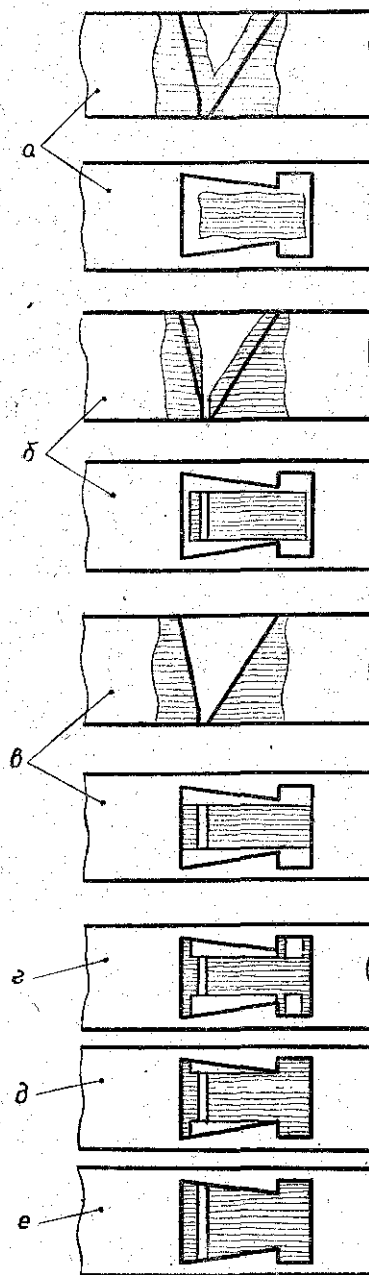

Рис. 71. Выполнение гнезда в колодке рубанка:
8. Сделать леток. Выдолбить гнездо под углом в верхней части колодки (рис. 71, а), отступив от линий и рисок разметки внутрь на 2—3 мм. Глубина летка равна примерно $\frac{2}{3}$ тол-
щины колодки. Выдолбить под прямым углом роток (рис. 71, б и 72). Перед работой можно просверлить отверстия. Долбить надо широкой стамеской, а узкой удалять подрезанный материал. Обработать торцы гнезда, срезать оставшийся материал до линий разметки (рис. 71, в). Снимать следует тонкую стружку инструментами различной ширины, соблюдая осторожность, чтобы не испортить заготовку. Обработав торцы, выполнить шесть пропилов внутри гнезда (рис. 71, г): два в плоскости постели, два для клина и два для вылета стружки. Срезать подрезанный материал узкой стамеской или долотом (рис. 71, д, е) — получатся щечки и плечики. Все